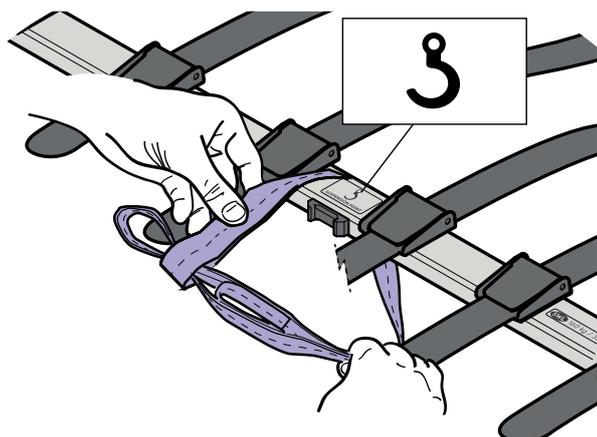

Fig. 9
2. Far passare le cinghie a doppio anello attorno al telaio della barella in corrispondenza dei punti di sollevamento. (Vedere fig. 9).